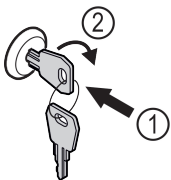

Fig. 115
- ▶ Пъхнете ключа Fig. 115 (1).
- ▶ Завъртете го на 90° по посока на часовниковата стрелка Fig. 115 (2).